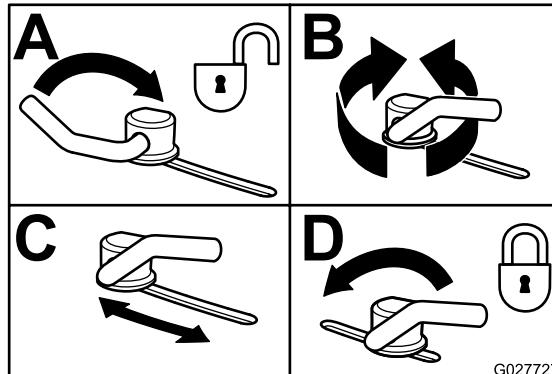

Figura 31
- Para ajustar los bloques de leva, levante la palanca para aflojar el bloqueo de leva (Figura 31).
- Devuelva la palanca a su posición original para apretar el deflecto y los bloques de leva (Figura 31).